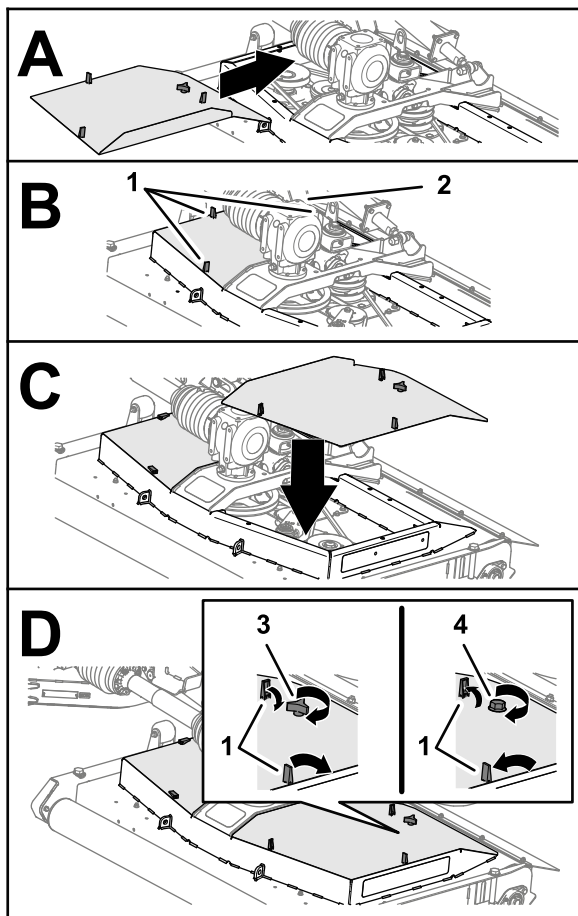

Figura 47
1. Alinee los cierres de la cubierta de la carcasa con los orificios de la carcasa de corte (**Figura 47**).
2. Monte la cubierta de la carcasa en la carcasa de corte (**Figura 47**).
3. Sujete la cubierta (**Figura 47**) como se indica a continuación:
4. Sujete los 3 cierres de la cubierta a la carcasa de corte (**Figura 47**).
5. Repita los pasos 1 a 4 con las otras cubiertas que retiró (**Figura 47**).